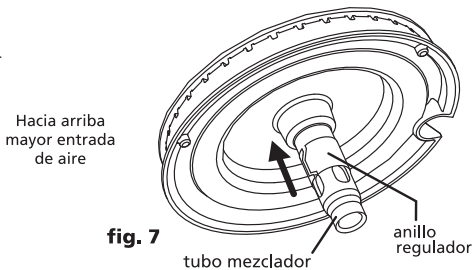

fig. 7
- Si en su quemador esta incorporado el tubo mezclador. Para su regulación, retire las parrillas superiores y los quemadores; luego deslice el anillo regulador hacia arriba de modo que aumente la entrada de aire. **(fig. 7)**